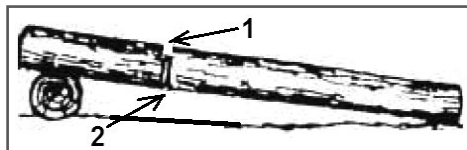

Рис. 16 Пропилы при раскрывке дерева на одной опоре
2. Бревно лежит на одной опоре (Рис. 16). Разгрузочный пропил (1) на $\frac{1}{3}$ бревна делается сверху. Основной пропил (2) делается снизу навстречу разгрузочному пропилу.